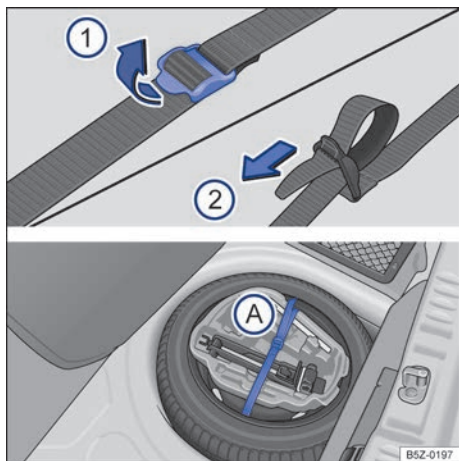

Fig. 146 No compartimento de bagagem: cinta de fixação da caixa de ferramentas e caixa de ferramentas de bordo.
- Para soltar a cinta de fixação → **Fig. 146** (A), puxar a fivela no sentido da seta ①.